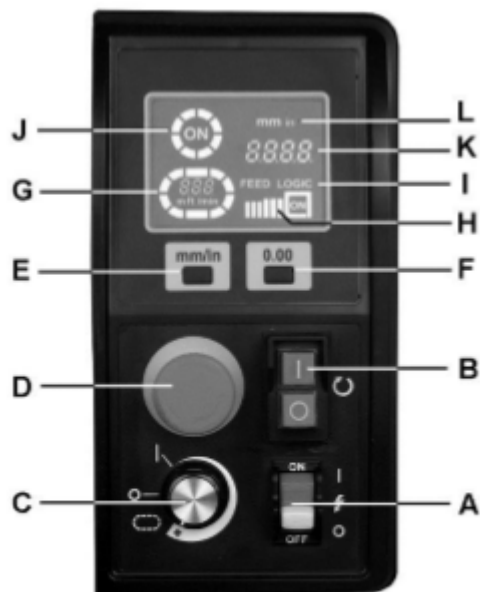

Рис. 16
На Рис. 16 приведена панель управления станка.
Чтобы запустить транспортер и увеличить скорость его движения поворачивайте регулятор (C, Рис. 16) по часовой стрелке - *Круговой индикатор (G) загорится и будет мигать по кругу. Внутри индикатора будет отображаться скорость транспортера.*
Опустите барабан до касания с заготовкой, затем нажмите кнопку сброса для задания нулевого положения барабана (F, Рис. 16), чтобы обнулить настройки высоты барабана по отношению к заготовке. Теперь для опускания барабана на нужное расстояние для каждого прохода нужно использовать маховик. Высота барабана отображается на дисплее (K).
Нажмите кнопку аварийного выключателя (D, Рис. 16), чтобы отключить все функции станка. При нажатом аварийном выключателе двигатель барабана останавливается, а индикатор «ON» («ВКЛ.») (J) на дисплее гаснет. Двигатель транспортера также останавливается, а круговой индикатор (G) мигает.
**ВАЖНО:** станок будет находиться в состоянии аварийного отключения до тех пор, пока аварийный выключатель не будет повернут по часовой стрелке для сброса. Перед повторным запуском станка регулятор скорости транспортера (C, Рис. 16) также должен быть снова установлен в положение OFF (ВЫКЛ.).
Система контроля подачи Feed Logic непрерывно отслеживает нагрузку на двигатель барабана и автоматически регулирует скорость двигателя транспортера, чтобы обеспечить максимальную скорость транспортера без перегрузки. Когда индикатор «Feed Logic» мигает и на дисплее загорается надпись «ON» (1, Рис. 16), значит, система контроля подачи зафиксировала слишком большую глубину шлифования и/или слишком высокую скорость подачи.